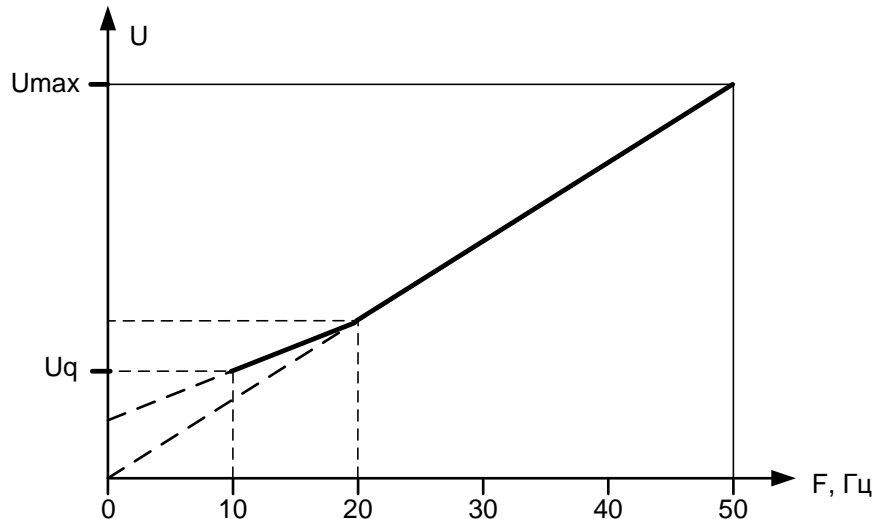

Рисунок 9– Зависимость выходного напряжения частотного преобразователя от частоты.
1.6.2.1 Изменение подачи дозирочного агрегата производится за счёт изменения скорости ходов вытеснителя и за счёт периодического отключения насоса. Для этого в БУДН имеется встроенный частотный преобразователь, нагруженный на асинхронный электродвигатель переменного тока с короткозамкнутым ротором. Для частотного преобразователя, реализован закон регулирования  $U / F = \text{const}$ , где  $U$  – действующее напряжение на выходе, а  $F$  – частота напряжения на выходе (рисунок 9).